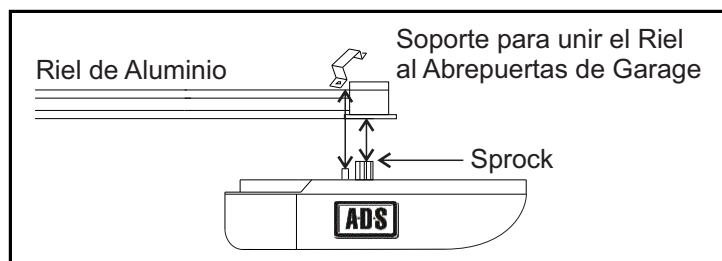

Fig.6
- Coloque el Riel sobre el Abrepuertas y asegúrese de insertar el engrane del Abrepuertas con el Sprock (Engranaje) del Riel de Aluminio ó Acero. Después fije los Soportes, según sea el caso. (Fig. 6 y 7)